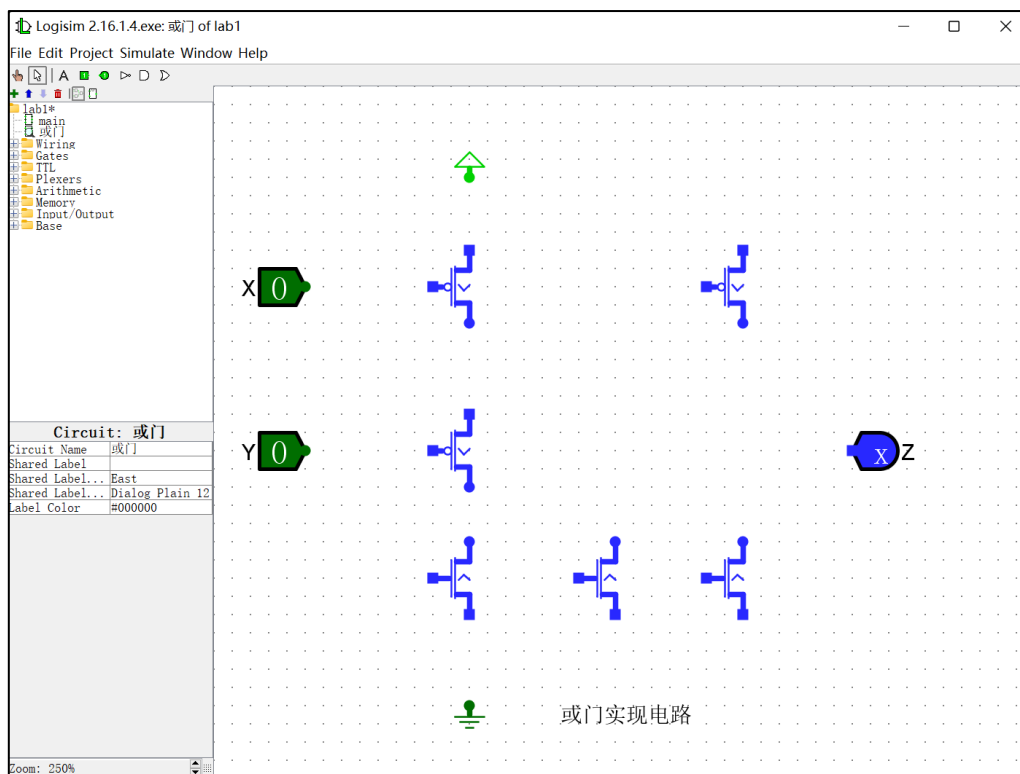

图 1.8 实现或门电路时的部件图
2) 添加晶体管。在 Logisim 的工作区中放置晶体管，选择晶体管类型为：P-Type（PMOS 管），朝向选择为：South，复制粘贴该晶体管 2 次，并放置到合适的位置，并修改标号。同样添加 NMOS 晶体管 3 只，朝向选择为：North。添加输入引脚、输出引脚和电源、地线，如图 1.8 所示。注意 PMOS 管和 NMOS 管图形符号的区别。